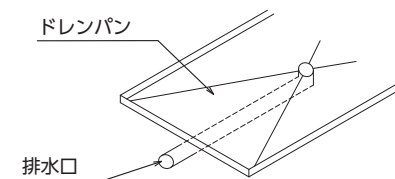

図3-15 ドレンパン
- ・ドレンパンは耐食性の高いステンレス鋼板を使用しており、コイルや加湿器のドレン水を受け、排水口から排出させます。（図3-15参照）